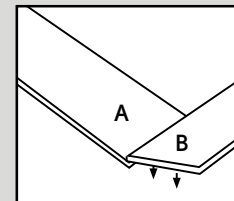

Fig. 4a
4. Coloque un tablón «A» y un tablón «B» como se muestra a continuación. Inclíne el borde principal del tablón B, deslice las juntas hasta unirlos y vuelva a colocar el tablón en horizontal (Fig. 4a y 4b).